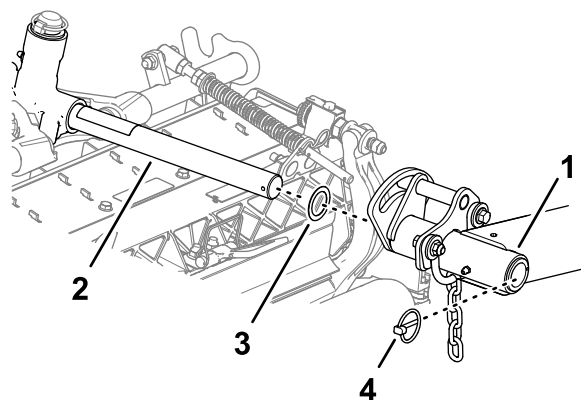

Figure 30
3. Glissez une unité de coupe sous le bras de levage (Figure 30).